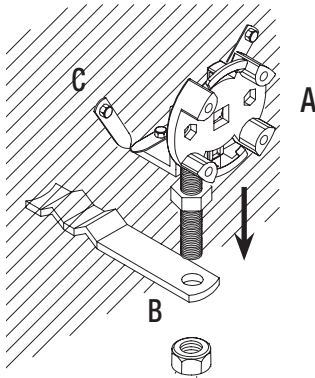

Fig. 13
1. Fixer le support du moteur réglable (Réf. **A**) dans le trou de la patte scellée. (Réf. **B**), d'après la figure 13